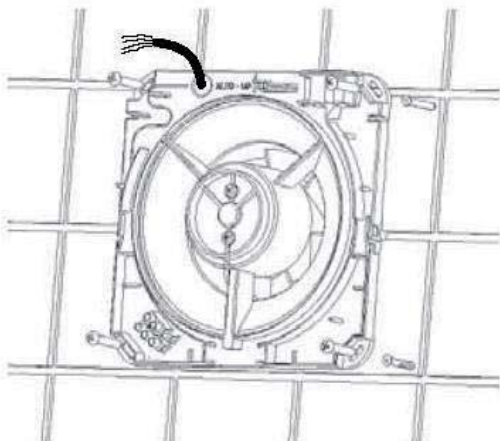

Imagen 10
3. Fije el soporte del motor en el orificio de evacuación con tornillos y tacos (Imagen 10).